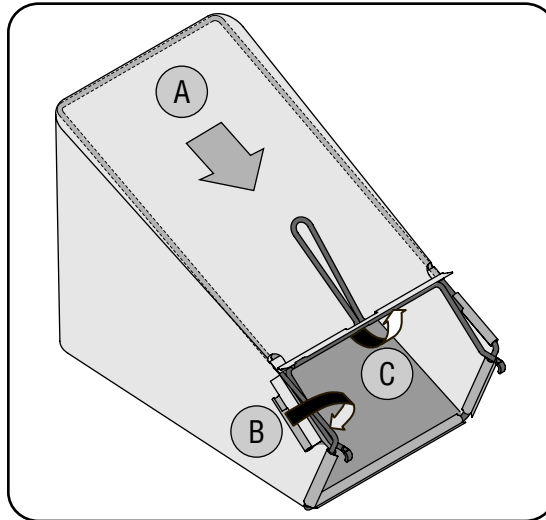

Figura 3-6
- b. Deslice el canal plástico de la bolsa sobre los ganchos en el marco. Vea la Figura 3-6. Todos los canales plásticos excepto el ubicado en la parte superior central de la bolsa se unen desde el exterior de la bolsa.